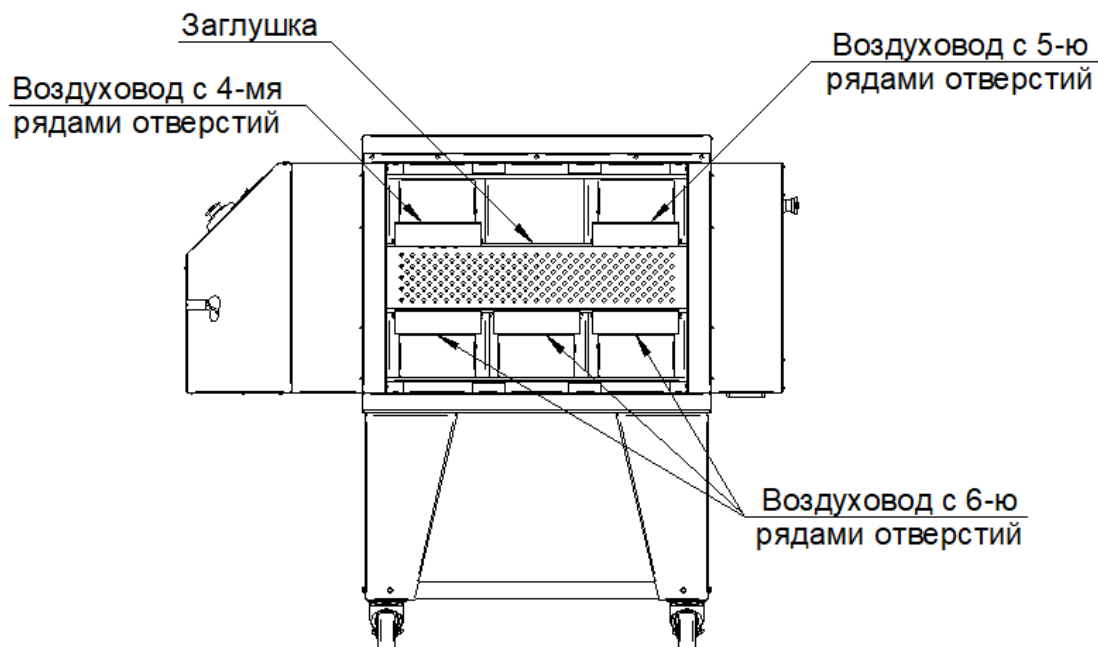

Рис. 15
6. Установить все снятые элементы в обратной последовательности. Заводская схема установки воздухопроводов указана на Рис. 15.